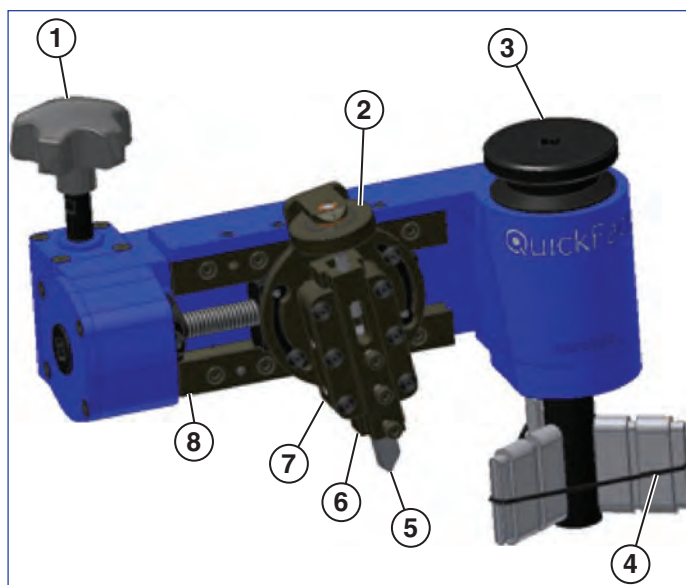

Rysunek 2
Zespół trzpienia składa się z elementów służących do przytwierdzenia obrabiarki QuickFace do obrabianego przedmiotu. Regulowane elementy ustalające i nakładane przedłużki przeznaczone są do przytwierdzenia i zabezpieczenia obrabiarki. Pierścień O-ring służy do mocowania elementów ustalających do trzpienia (**patrz Rysunek 2**).
- Zamocuj elementy ustalające i nakładane przedłużki (w razie potrzeby) w szczeliny na wałku trzpienia. Dopilnuj, by ustawiona pod kątem powierzchnia wałka rozprężnego była dopasowana do skośnej powierzchni elementów ustalających (**patrz Rysunek 2** pokazuje prawidłowe położenie elementów ustalających).